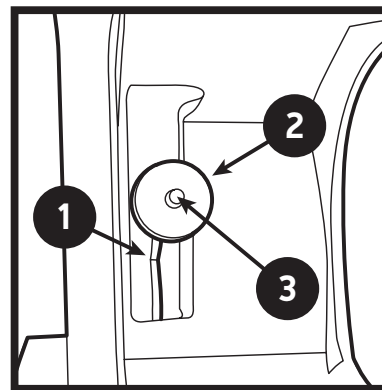

Figura 9
- + Cada treinta días, aplique aceite para máquinas ligero en el soporte de la rueda posterior y en la interfaz del brazo de tensión. (Figura 9) Es suficiente con dos gotas de aceite.